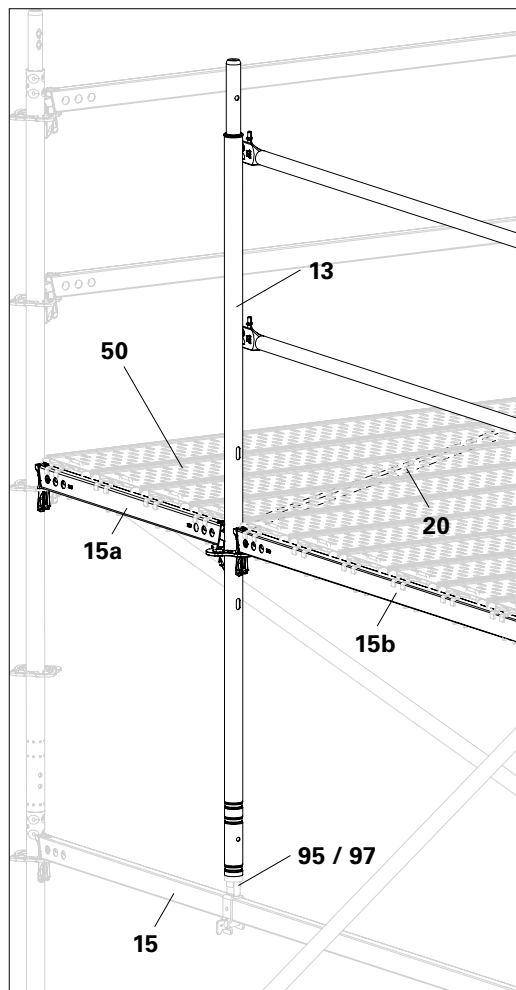

Abb. A11.14
2. Auf Plattformenebene 2 passende Horizontalriegel (**15a + 15b**) montieren. (Abb. A11.14)